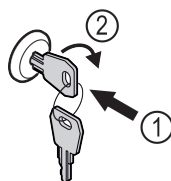

Fig. 182
- Πιέστε μέσα το κλειδί. Fig. 182 (1)
- Περιστρέψτε το κλειδί 90° δεξιόστροφα. Fig. 182 (2)